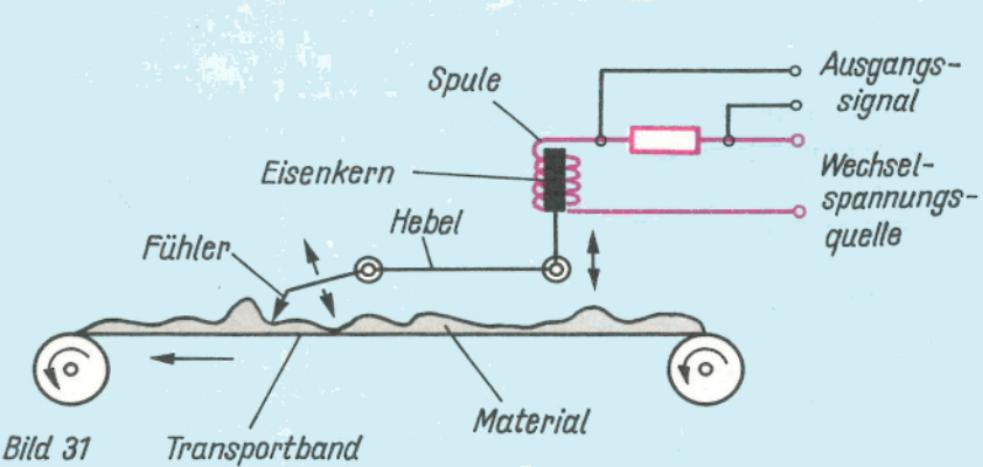

Bild 31
*Induktive Meßwandler* enthalten eine von einem Wechselstrom durchflossene Spule, in die ein Eisenkern in Abhängigkeit von der zu messenden Größe mehr oder weniger tief taucht. Der Wechselstromwiderstand der Spule hängt von der Eintauchtiefe ab. Man kann so zum Beispiel elektronische Waagen bauen oder die Dicke von Drähten, Blechen und Folien ständig bestimmen (Bild 31). Aber auch Wasserrohre, Kabel, sogar Leitungsunterbrechungen lassen sich auf diese Weise aufspüren – mit handlichen, transportablen Geräten, die wir bei Straßenbauarbeiten sicherlich schon beobachtet haben.